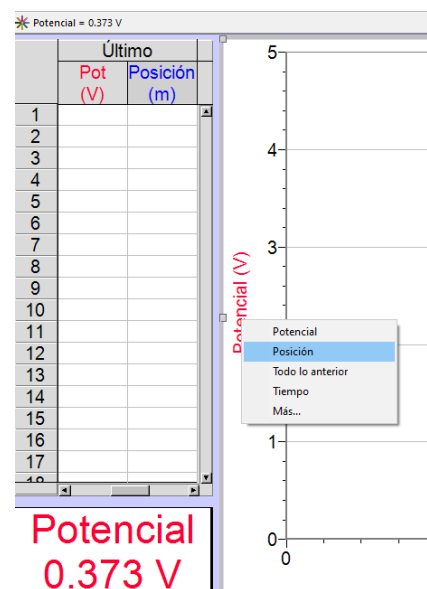

Figura 6. Selección de la variable a ser mostrada en la gráfica.
- f) Hacer click en la leyenda “Potencial (V)” en el eje vertical de la gráfica y seleccionar “Posición” del menú desplegable para cambiar la variable que se graficará (Figura 6).